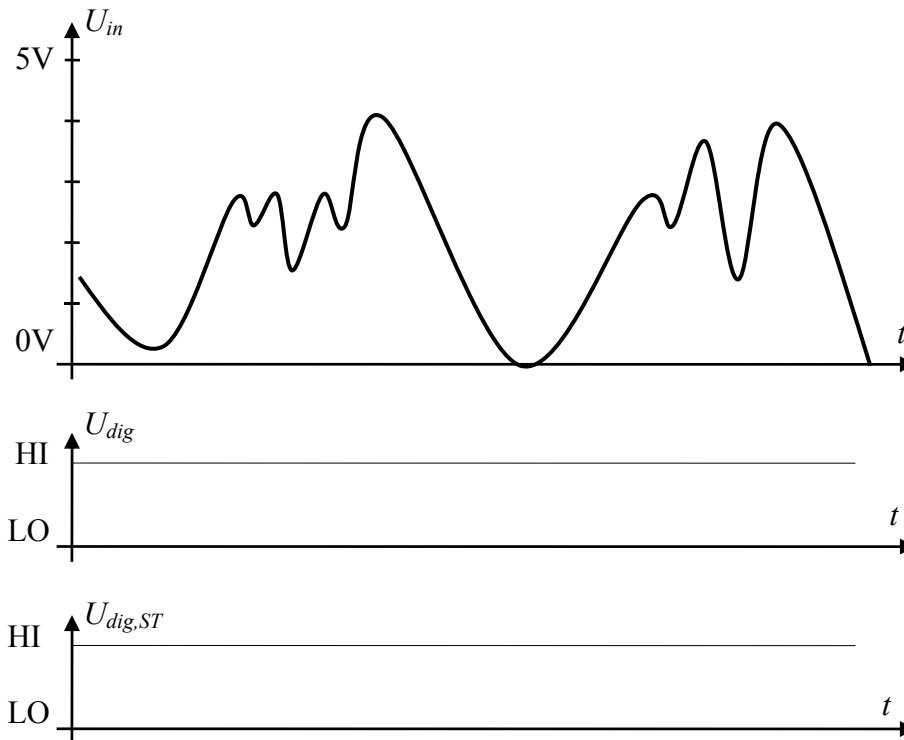

Abbildung 1
Gegeben sind die in Abbildung 1 dargestellten Signalverläufe für ein Datensignal  $D$  und ein Clock-Signal bzw. Enable-Signal  $C$ .
Gegeben ist der Spannungsverlauf  $U_{in}$  in Abbildung 1:
- (e) Wie sieht die Ausgangsspannung  $U_{dig,ST}$  am Ausgang des Schmitt-Trigger aus, wenn Sie die Eingangsspannung nach Abbildung 1 anlegen? Tragen Sie den Verlauf in Abbildung 1 ein!